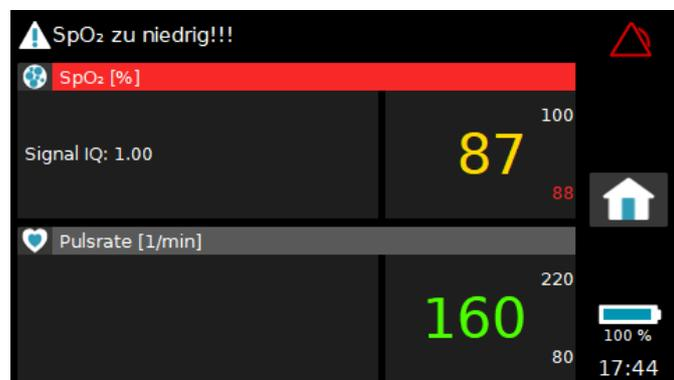

Fig. 32 Informationen auf dem Bildschirm während eines Patientenalarms
- mehrere visuelle Informationen auf dem Bildschirm, wie in Fig. 32 gezeigt: